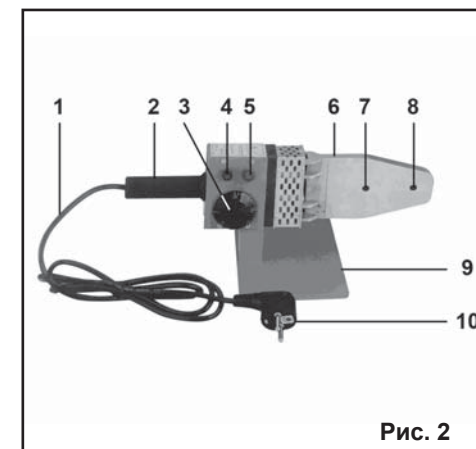

Рис. 2
5. УСТРОЙСТВО (Рис. 2)
8. СБОРКА И ПОДГОТОВКА К РАБОТЕ (Рис. 2)
8.2. Из индивидуального ящика извлеките аппарат АСП и установите его в опору (9), как показано на Рис.2.